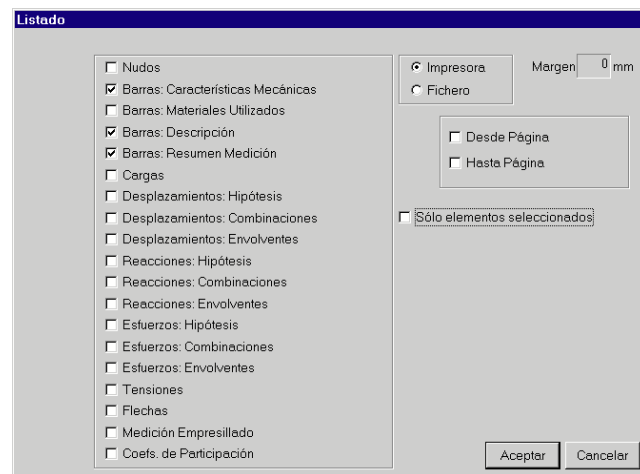

Fig. 3.2
Observe todas las posibilidades de listados (Fig. 3.2). Con esta opción podrá obtener por impresora o fichero de texto todos los documentos asociados a la estructura con la que esté trabajando, sus datos y sus resultados.
1. **Listado sobre elementos seleccionados.** Si elige esta opción, seleccione algunas barras y pulse . Se abrirá la ventana **Listado** (Fig. 3.2) y podrá marcar los datos que desea imprimir, relativos sólo a las barras que haya seleccionado y que se verán en color **magenta**. Observe que está activada la casilla '**Sólo ele-**
- 2. Listado de toda la estructura.** Una vez elegida esta opción, se abrirá la Fig. 3.2. En este caso solamente podrá imprimir los datos que marque en esta ventana pero relativos a todos los elementos de la estructura.